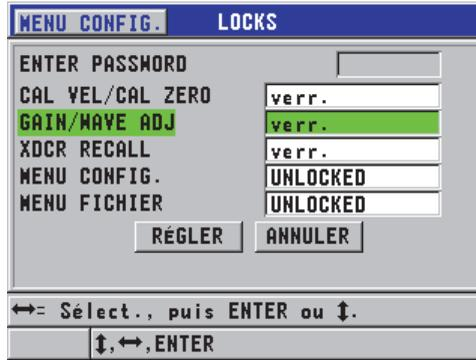

Figure 7-10 Écran LOCKS
2. Dans l'écran **LOCKS**, faites ce qui suit (voir la Figure 7-10 à la page 159) :